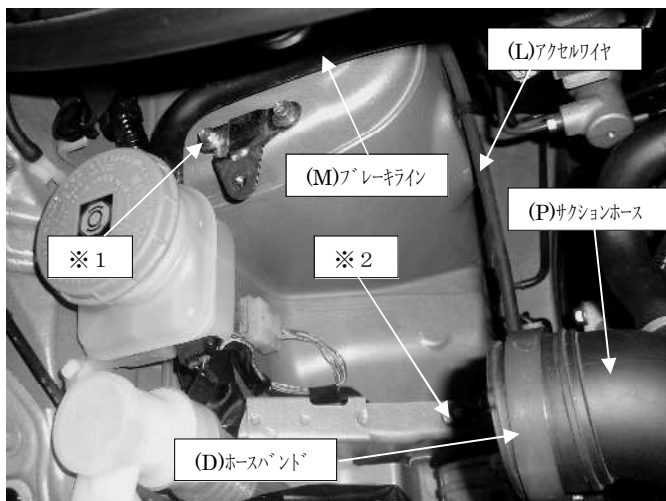

図10
1. 構成部品の中で、⑤ブラケット2・⑦スポンジ・⑫タイラップは使用しません。(タントの場合のみ)
2. 図10の(M)ブレーキラインに付属の⑧コルゲートチューブを巻き付け、端部はビニールテープ等で固定してください。